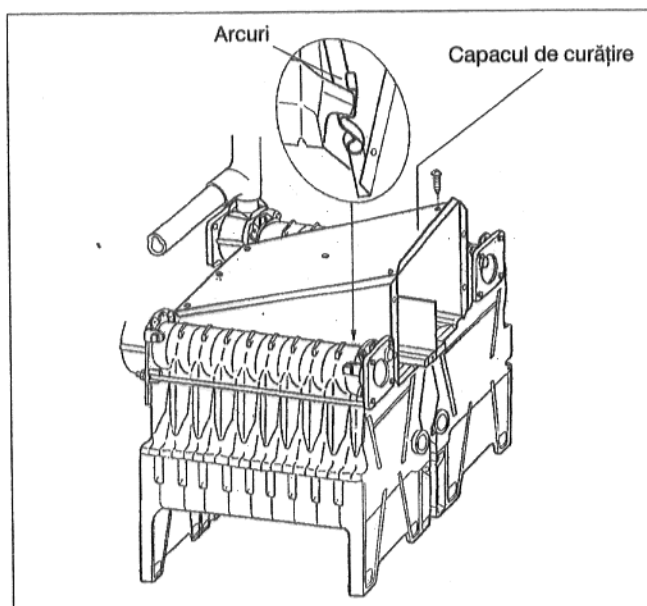

Fig. 18
- Capacul de curățire se așează peste și se înșurubează lejer cu șuruburile de alamă și cu șaibele la peretele despărțitor și la pereții laterali (Fig. 18).
Se introduc 4 arcuri între pereții laterali și corpurile din fontă. Pereții laterali se vor sprijini pe limitarea canelurii interioare (Fig. 18). Arcurile au drept scop stabilizarea colectorului de gaze de ardere și etanșarea între blocul cazanelor și colectorul de gaze de ardere.